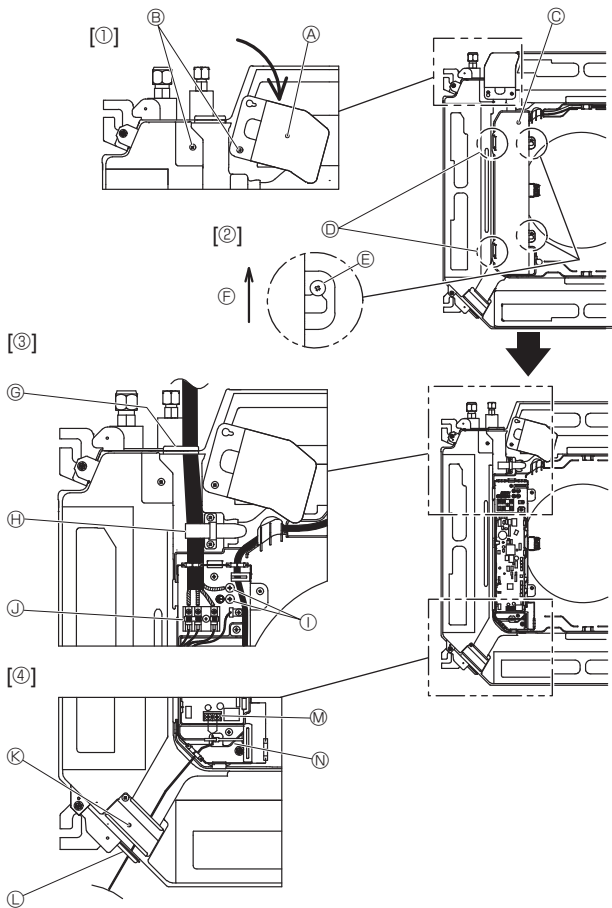
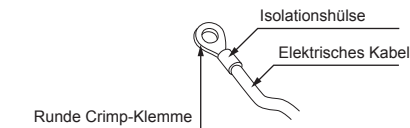
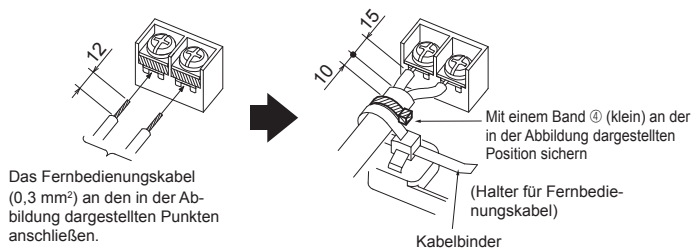

Fig. 6-1
Fig. 6-2
Fig. 6-3
6.1. Innenanlage (Fig. 6-1)
- Die beiden Befestigungsschrauben der Kabelblende lösen und dann die Kabelblende drehen. [Fig. 6-1 ①]
- Die beiden Befestigungsschrauben des Elektrokastendeckels lösen und dann den Deckel verschieben. [Fig. 6-1 ②]
- Führen Sie das Netzkabel, das Verbindungskabel für Innen-/Außengerät und den Schutzleiter durch die Verdrahtungseingänge in der Abbildung. [Fig. 6-1 ③] Bringen Sie den Ummantelungsabschnitt des Netzkabels und des Verbindungskabels für Innen-/Außengerät im Elektrokasten unter. Verwenden Sie runde Crimp-Klemmen für die Innengerät-Außengerät-Verbindungsklemme und den optionalen Bausatz für die Netzanschlussklemmen. [Fig. 6-2] Falls keine runden Crimp-Klemmen verwendet werden können, wie in Fig. 6-3 bis 6-6 gezeigt vorgehen. Zur Verbindung siehe 6.1.1 und 6.1.2.
- Das Fernbedienungskabel durch die in der Abbildung gezeigten Verdrahtungseingänge führen und anschließen. [Fig. 6-1 ④, Fig. 6-3] Zur Verbindung siehe 6.1.1 und 6.1.2.